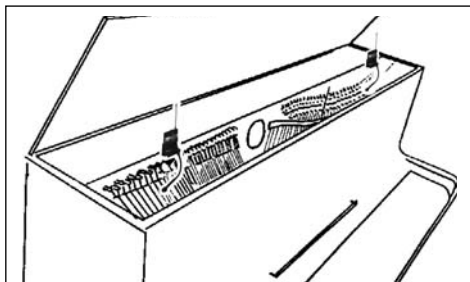

Fig. 6 : Prise de son sur le piano à l'aide de deux C 519
1. Fixez un micro sur le cadre au niveau des cordes des basses. Voir Fig. 6.